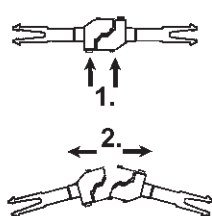

Fig. 3
1. Reinigung der Radstromkontakte: Radstromkontakte können auf unsauberen Schienen leicht verschmutzen. Entfernen Sie **vorsichtig** mit einem kleinen Pinsel **den Schmutz** an den in Fig. 3 gekennzeichneten Stellen.
1. Cleaning of wheel contacts: Wheel contacts easily get dirty on tracks which are not entirely clean. Use a small brush to **remove dirt** from spots marked in fig. 3.